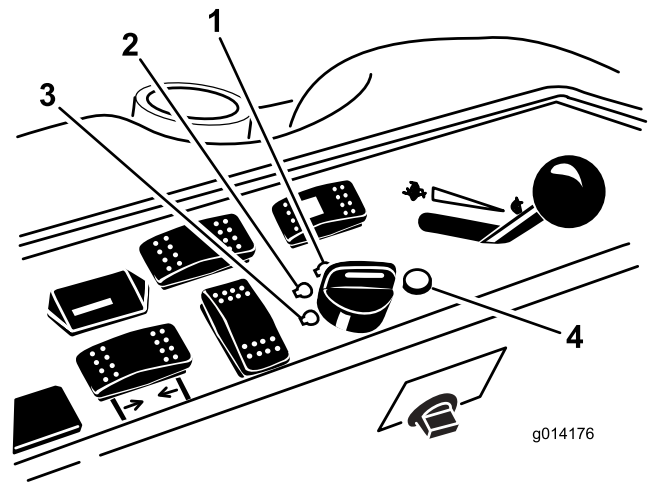

Bild 14
6. Drehen Sie den Zündschlüssel nach rechts in die Lauf-Stellung (Bild 14).
3. Drehen Sie den Zündschlüssel auf die Aus-Stellung (Bild 14). Warten Sie, bis alle sich bewegenden Teile zum Stillstand gekommen sind, bevor Sie die Bedienungsposition verlassen.